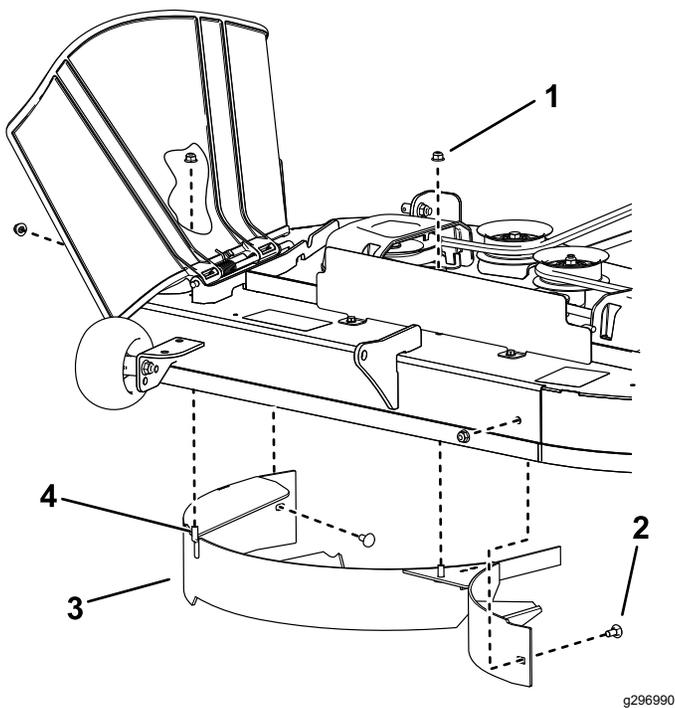

図 12
4. バッフルに溶接されているピンからロックナット 5/16" 2個を外す 図 12。
5. バッフルをデッキに固定しているキャリッジボルト2本とロックナット2個を外してバッフルを外す 図 12。
6. 異物の飛び出しを防止するために、付属部品の中にあるボルト2本と、先ほど外したロックナットを使って、溶接付けピン用の穴を塞ぐ 図 12。